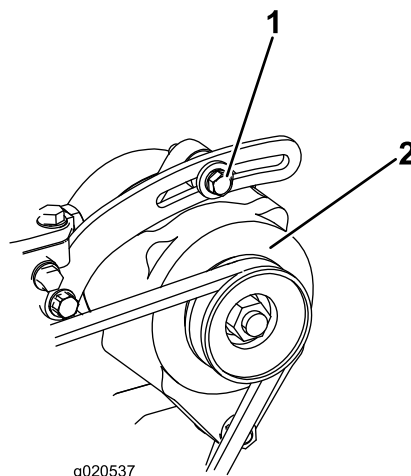

Figura 85
Compruebe la condición y la tensión de la correa (Figura 85) cada 100 horas de operación.
2. Si la desviación no es de 10 mm ($\frac{3}{8}$ "), afloje los pernos de montaje del alternador (Figura 85). Aumente o reduzca la tensión de la correa del alternador y apriete los pernos. Verifique de nuevo la desviación de la correa para asegurarse de que la tensión es la correcta.